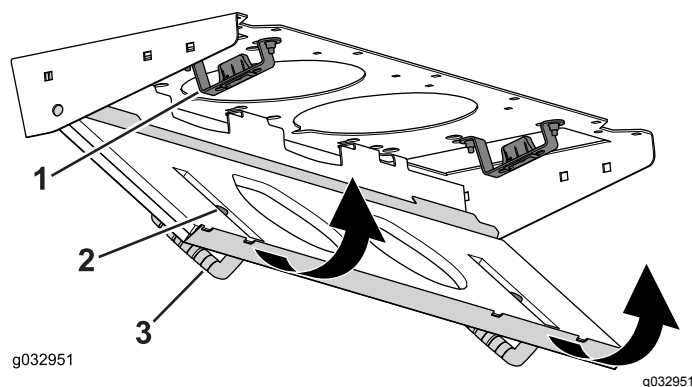

Figura 137
4. Ruotate lo schermo del filtro attorno alle alette fino a quando il fermo non si blocca nel gruppo del supporto del fermo (Figura 137).